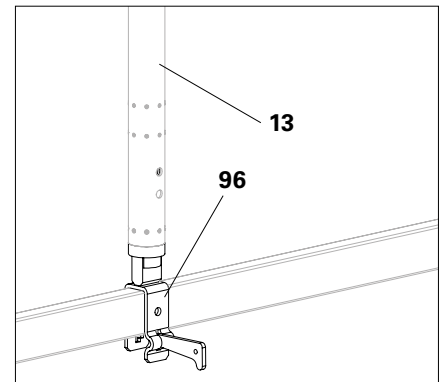

Abb. A11.12d
3. Vertikalstiel (**13**) auf UH-Zapfen (**96**) aufstecken. (Abb. A11.12d)